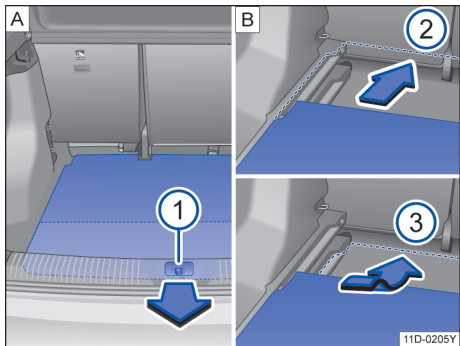

图 127 行李厢内：调节行李厢地板高度（视车型配置而定）
- 通过把手→图 127 ❶ 抬起行李厢地板，然后将它从行李厢侧面的导轨中向后拉出。
- 将行李厢地板装入所需高度的导轨→图 127 ❷ 或 ❸ 中，然后向前推到底。